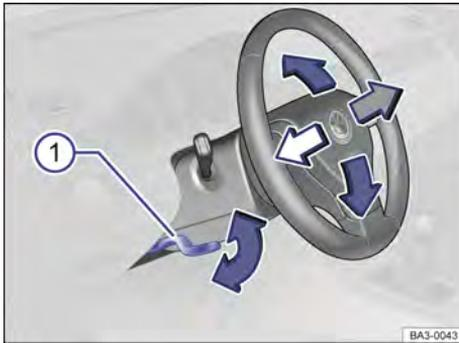

Fig. 64 Debajo y a la izquierda del volante junto con el revestimiento de la columna de dirección: palanca de ajuste de la posición del volante.
- Empujar la palanca → fig. 64 ① hacia abajo.